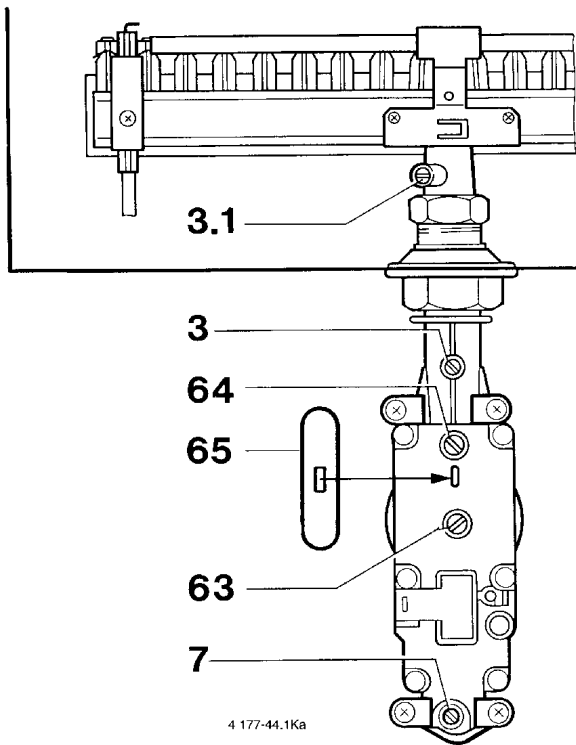

Figura 47
- Retirar a tampa selada 65 (figura 47) que se encontra colocada por cima dos parafusos de regulação do gás.
- Retirar a tampa selada 65, figura 47 que se encontra por cima dos dois parafusos de regulação do gás.